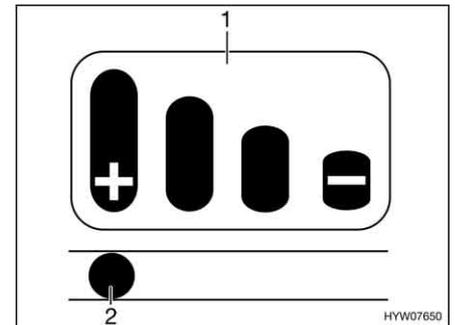

Fig. 194 Indicatore di usura
Sulla maniglia del gancio è montato un indicatore di usura (Fig. 194) con un grafico a barre (Fig. 194,1).
- Se il perno (Fig. 194,2) nel foro ovalizzato si trova sulla marcatura "+", le guarnizioni di attrito sono ancora nuove.